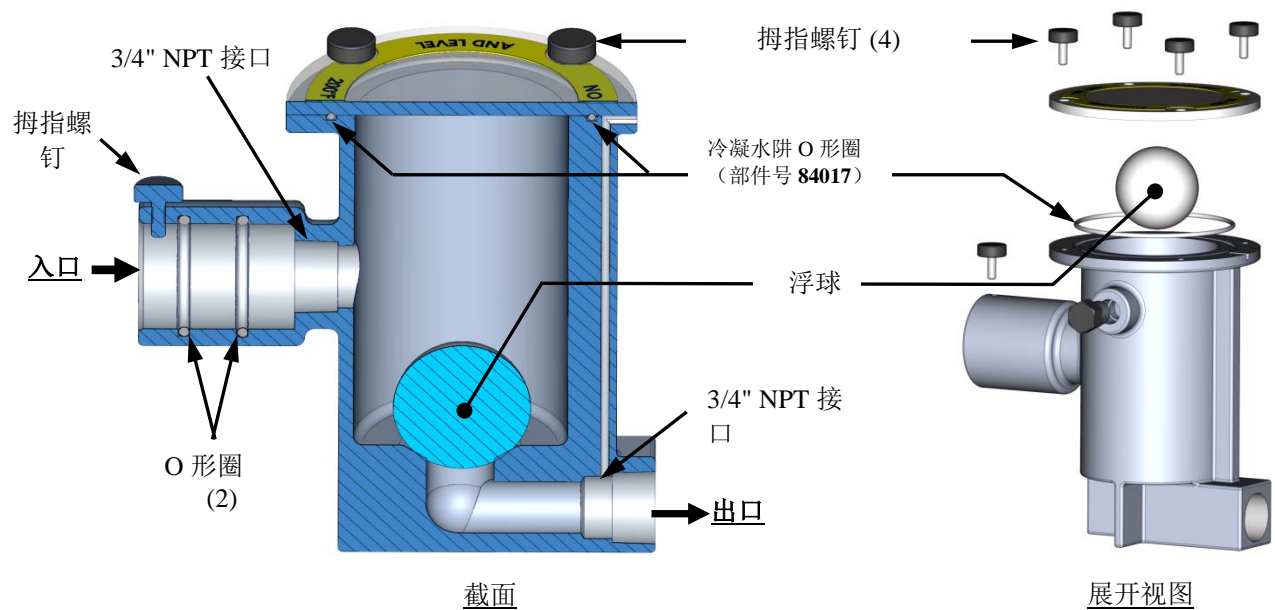

图 7-6：外部冷凝水阱 - 横截面和展开视图
1. 松开并卸下冷凝水阱（图 7-6）入口和出口侧的连接，以断开外部冷凝水阱。
2. 松开用于固定冷凝水阱盖的四 (4) 颗拇指螺钉，然后卸下阱盖及其下方的 O 形圈。